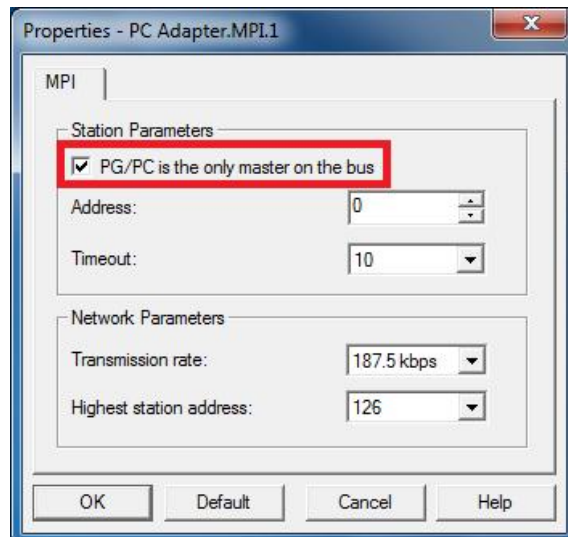

图 2-8
3.勾选 PG/PC is the only master on the bus , Address 指定为 0 (注意：该地址也可以是其它值，但不能与网络中其它设备的地址冲突，因为该地址必须唯一。)，指定传输率为 187.5kbps，指定最高站地址为 126，此处传输率和最高站地址的设置必须与面板中设定的一致，如图 2-8。